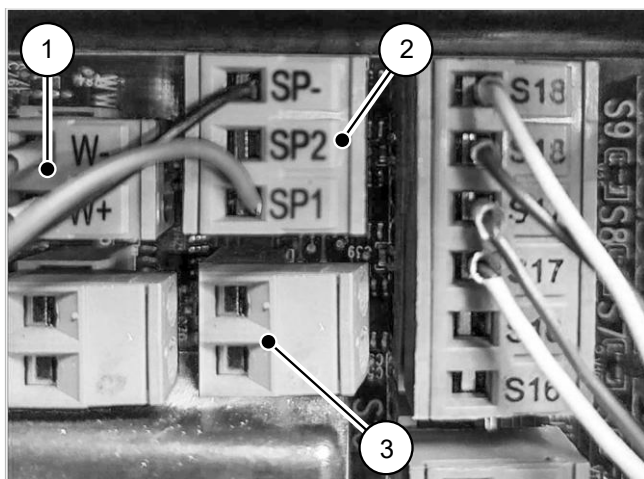

Fig. 15: Collegamenti sulla scheda di rete SC-3
3. Collegare il cavo di segnale all'uscita WW (O5) (vedere → Fig. 15):
1. Il bruciatore di gas viene modulato tramite l'uscita O1 (vedere → Fig. 15). Ricollegare i collegamenti di modulazione a una ciabatta a due poli e inserirli nell'uscita O1.